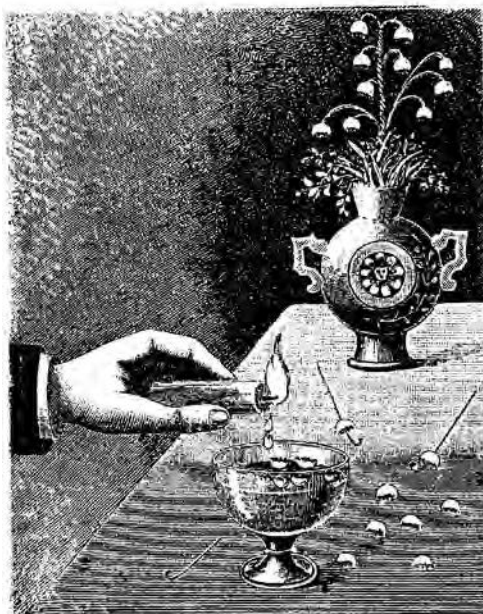

Fig. 279. Künstliche Maiglöckchen.
*„Um diese Herzustellen, nehme man eine brennende Stearinkerze und neige dieselbe über ein mit Wasser gefülltes flaches Becken, eine Schüssel oder ein schalenartiges Glas, wie in Fig. 279 veranschaulicht ist. Das in Tropfen abschmelzende Stearin wird beim Auffallen auf die Oberfläche des Wassers unter Bildung von becherartig vertieften Gebilden erstarren und auf dem Wasser schwimmen. Hierbei nehmen diese Gebilde die Form der Blumenkronen des Maiglöckchens - *Convallaria majalis* - an, welche, je nachdem das abtropfende Stearin aus größerer oder geringerer Höhe herabfällt, bald größer bald kleiner werden.“*